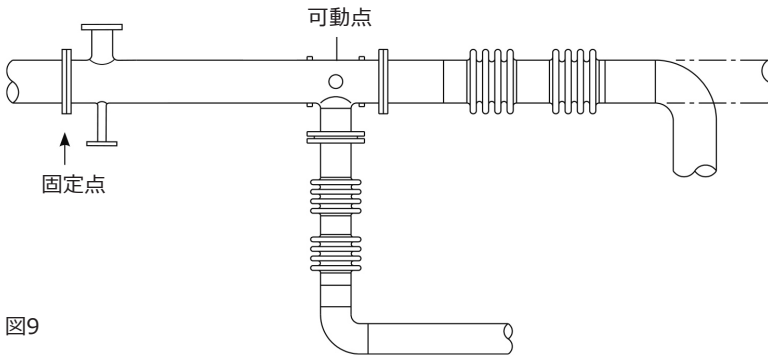

図9
- 4.9** 図9は接続可能な配管例を示しています。大きく曲げたパイプやフレキシブルな接続部の使用も可能です。